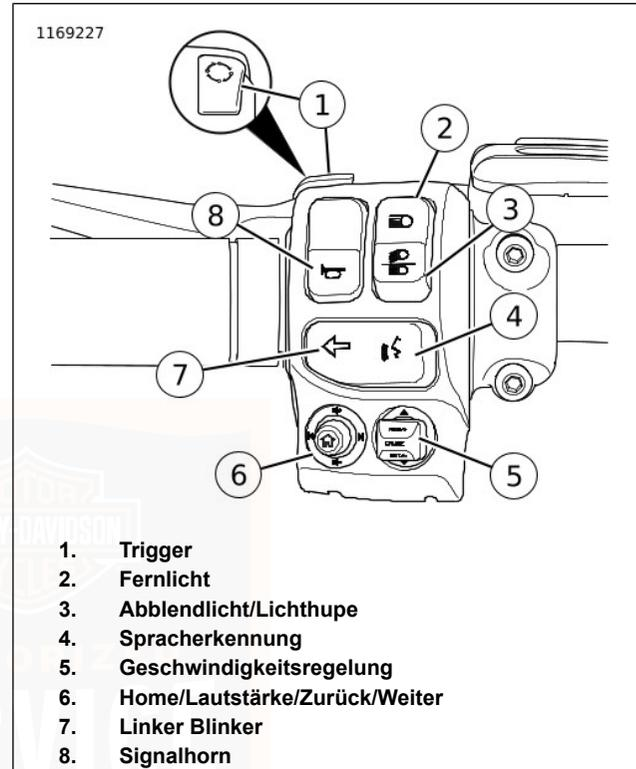

Abbildung 24. Linkes Schaltermodul (typisch)
Siehe Abbildung 24. **Fahrzeug aus:** Den Triggerschalter (1) drücken, um auf dem Kilometerzähler die Gesamtlauflistung anzuzeigen. **Fahrzeug im Modus Accessory/Ignition (Nebenverbraucher/Zündung):** Den Triggerschalter drücken, um durch die Kilometerzählerfunktionen zu schalten. Siehe Tabelle 26.
Siehe Abbildung 24. Den Fernlichtschalter (2) drücken, um das Fernlicht einzuschalten. Das Aufleuchten der blauen Kontrollleuchte für Scheinwerfer-Fernlicht zeigt an, dass das Fernlicht betätigt ist. Siehe Tabelle 26.
Abblendlicht: Siehe Abbildung 24. Den unteren Teil des Schalters für Abblendlicht/Lichthupe (3) drücken, um das Abblendlicht einzuschalten.
Siehe Abbildung 24. Der Spracherkennungsschalter (4) aktiviert bei entsprechend ausgestatteten Fahrzeugen die Spracherkennungsfunktionen. Bei angeschlossener Sprechgarnitur den Sprachsteuerungsschalter drücken. Das Radio zeigt eine Liste der verfügbaren Befehle. Sprechen Sie den gewünschten Befehl in das Mikrofon der Sprechgarnitur. Siehe BOOM! BOX BEDIENUNGSANLEITUNG.
Siehe Abbildung 24. Der Schalter der Geschwindigkeitsregelung „CRUISE/SET/RESUME“ regelt automatisch die Geschwindigkeit des Fahrzeugs. Siehe FUNKTIONSWEISE > GESCHWINDIGKEITSREGELUNG (Seite 98) bezüglich detaillierter Bedienungsanweisungen.
Siehe Abbildung 24. Mit der Fünfwege-Taste HOME/LAUTSTÄRKE/ZURÜCK/WEITER (6) können bei entsprechend ausgestatteten Fahrzeugen Radiofunktionen bedient werden. Siehe BOOM! BOX BEDIENUNGSANLEITUNG.
Aktivieren: Siehe Abbildung 24. Den linken Blinkerschalter (7) drücken, um den linken Blinker zu aktivieren. Siehe Tabelle 26.
Siehe Abbildung 24. Das Signalhorn wird über den
Der Triggerschalter befindet sich vorn am linken Lenkerbedienelement. Siehe Abbildung 24.